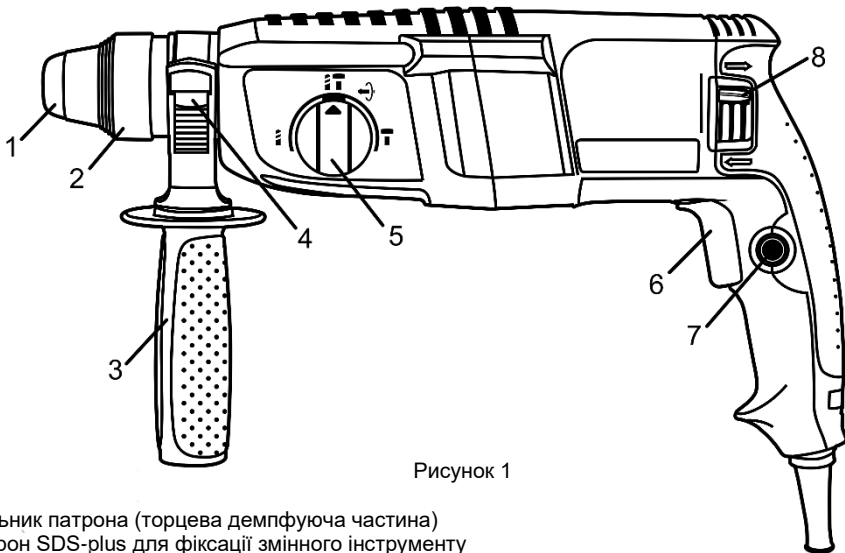

Рисунок 1
4.1 Оберіть необхідний режим роботи виробу за допомогою перемикача (5) (див. Рисунок 1, таблицю 1). При необхідності зміни кута нахилу насадки при виконанні довбальних робіт виконайте операції, які описані в пункті 3.5. При необхідності встановлення свердильного патрона – встановіть його в патрон SDS-plus через адаптер.
4.2 Для увімкнення виробу натисніть на курок вимикача (6) (рис.1). Для відключення виробу курок слід відпустити.